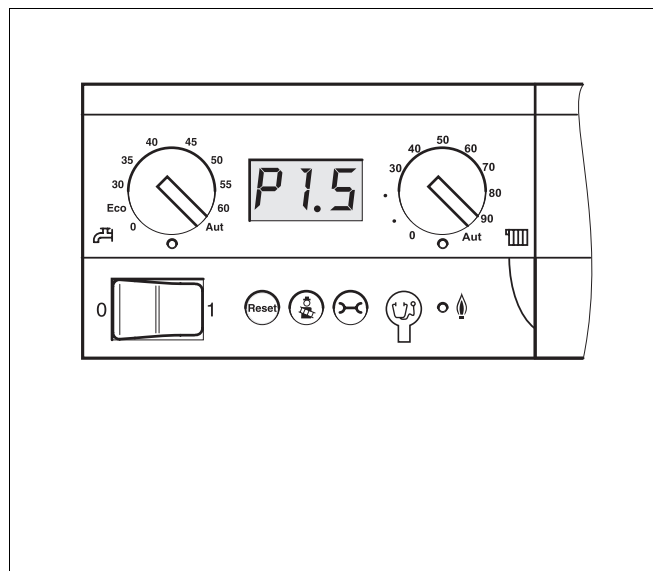

Abb. 15 Digitale Anzeige des Wasserdrucks
- Öffnen Sie vorsichtig den Wasserhahn und füllen Sie langsam die Heizungsanlage. Beachten Sie dabei die Statusanzeige am Basiscontroller Logamatic BC10 (Abb. 15) oder das Manometer am Heizkessel. Der angezeigte Werte (z. B. „P0.8“) wird beim Befüllen größer.